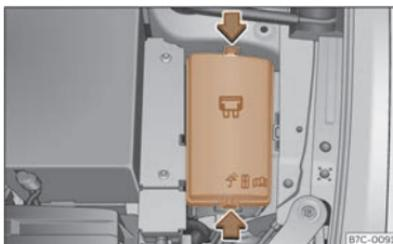

Fig. 195 Nel vano motore: coperchio della scatola portafusibili.
- Premere le linguette di blocco per sbloccare il coperchio della scatola portafusibili >>> **fig. 195**.